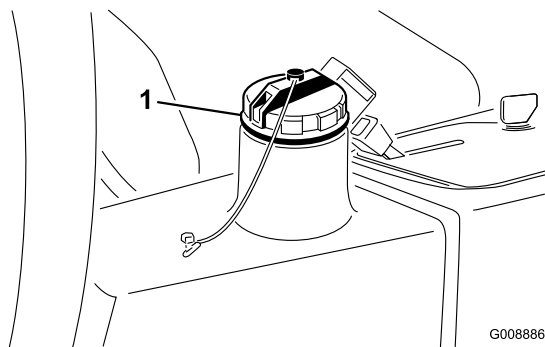

**Bild 56**
2. Klemmen Sie die Hydraulikölleitung ab (Bild 56) oder entfernen den Hydraulikölfilter (Bild 55) und lassen das Hydrauliköl in ein Auffanggefäß ablaufen. Montieren Sie die Hydraulikölleitung, wenn kein Öl mehr ausströmt.